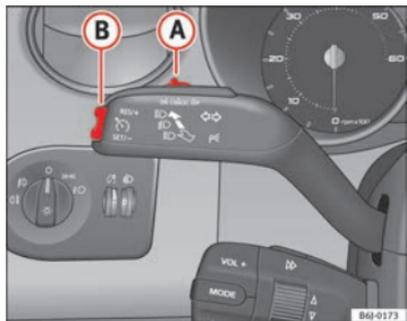

Fig. 111 Levier des clignotants et des feux de route : commande et touche basculante pour régulateur de vitesse
- Lorsque la vitesse à mémoriser est atteinte, appuyez une fois brièvement sur la partie inférieure de la commande à bascule **SET** ⇒ fig. 111 **(B)**.